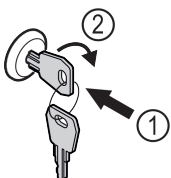

Fig. 131
- ▶ Inserire la chiave Fig. 131 (1).
- ▶ Ruotare la chiave di 90° in senso orario Fig. 131 (2).